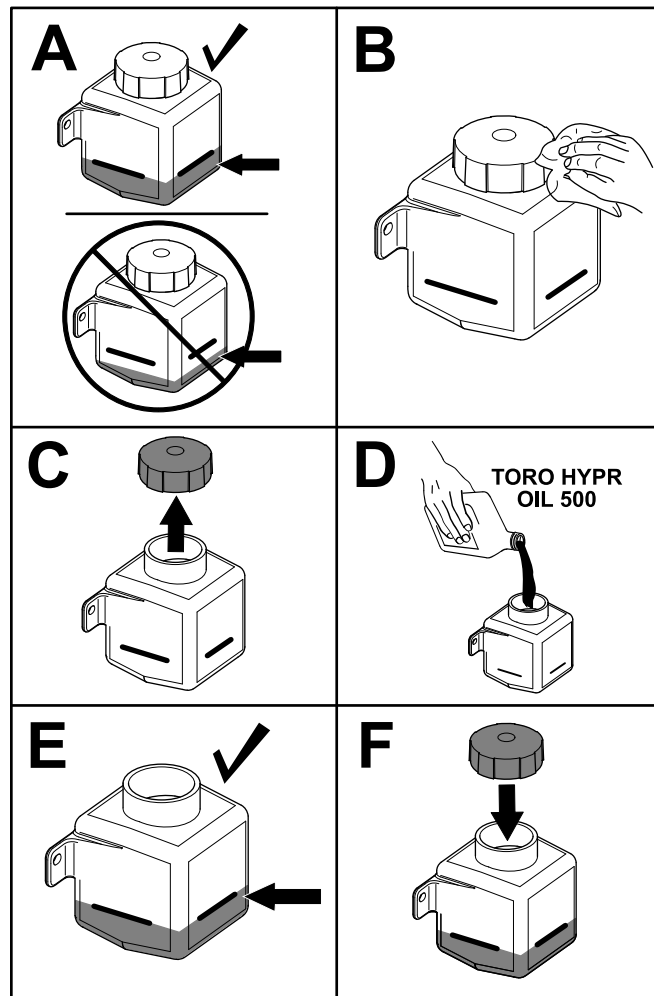

Figure 61
4. Vérifiez le niveau de liquide sur le côté du réservoir hydraulique (Figure 61). Poursuivez la procédure si le niveau est en-dessous du niveau de remplissage à froid.
5. Nettoyez la surface autour du bouchon du réservoir hydraulique (Figure 61).
6. Enlevez le bouchon du goulot de remplissage et faites l'appoint de liquide dans le réservoir jusqu'à ce qu'il atteigne le niveau de remplissage à froid (Figure 61).
7. Remettez le bouchon sur le réservoir (Figure 61).